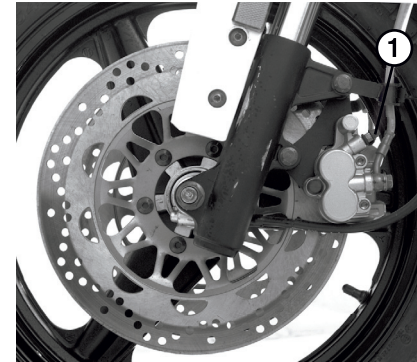

Рис. 14. Дисковый тормоз переднего колеса
- снимите колпачок с клапана выпуска воздуха левого тормозного механизма переднего колеса (рис.14 поз.1); на штуцер клапана наденьте резиновую трубку, другой конец которой погрузите в емкость с небольшим количеством тормозной жидкости;